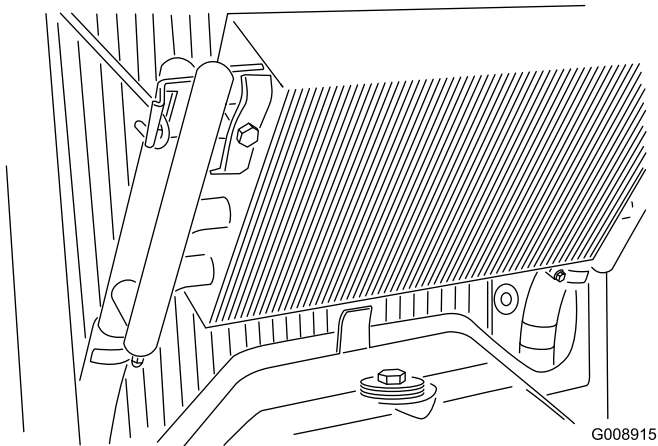

Figura 70
4. Sbloccate il radiatore dell'olio e giratelo indietro (Figura 70).